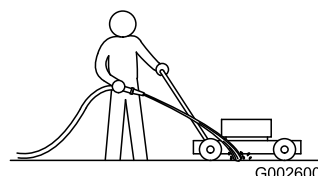

Figure 34
1. Con el motor en marcha sobre una superficie plana pavimentada, dirija un chorro de agua hacia delante de la rueda trasera **derecha** (Figure 34).